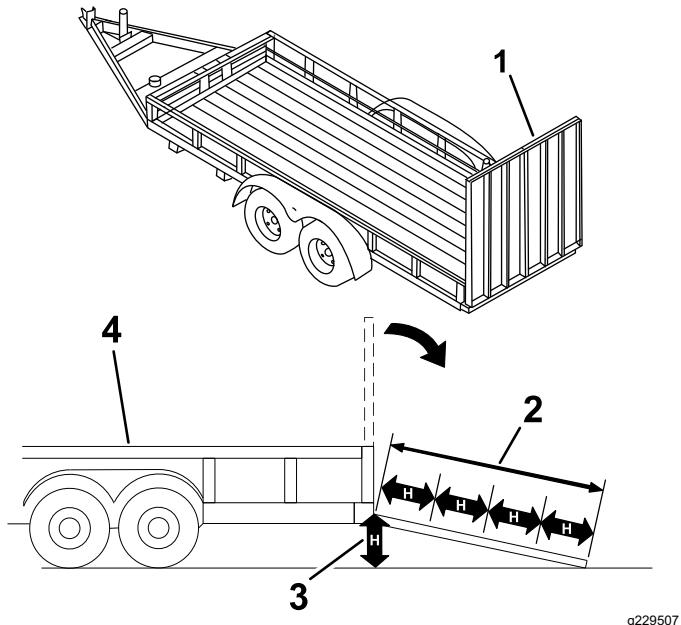

Figure 23
**Le chargement ou le déchargement de la machine sur une remorque ou un camion augmente le risque de basculement, et donc de blessures graves ou mortelles (Figure 23).**